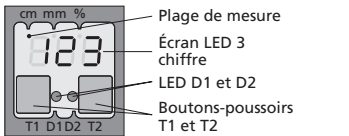

Fig. 3: TouchControl
- Tous les réglages sont réalisés avec deux boutons-poussoirs et un écran LED trois chiffres (TouchControl), voir fig. 3.
- ➔ Réglez les paramètres du capteur manuellement ou utilisez la procédure d'apprentissage pour ajuster les points de détection, voir fig. 3.